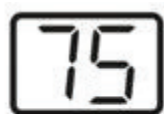

Fig.2
- Après le changement, en mode refroidissement, l'écran affiche ce qui est illustré à la figure 2.